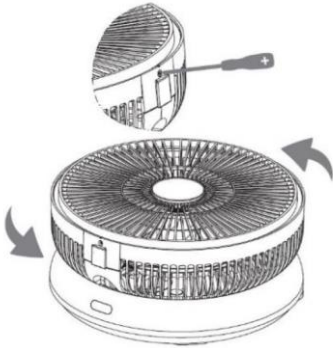

图 9
- 用十字螺丝刀卸下后网底部的螺丝，用手按住风扇前网边框，逆时针向左旋转打开 (如图 9)。